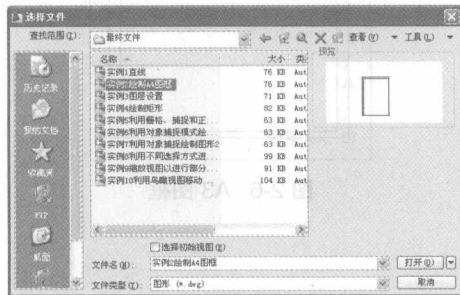

图 3-2 “选择文件”对话框
Step 01 执行“文件>打开”菜单命令,系统弹出“选择文件”对话框,如图 3-2 所示。选择“光盘\Ch1\最终文件实例 2 绘制 A4 图框.dwg”图形文件,单击“打开”按钮,打开已有图形。